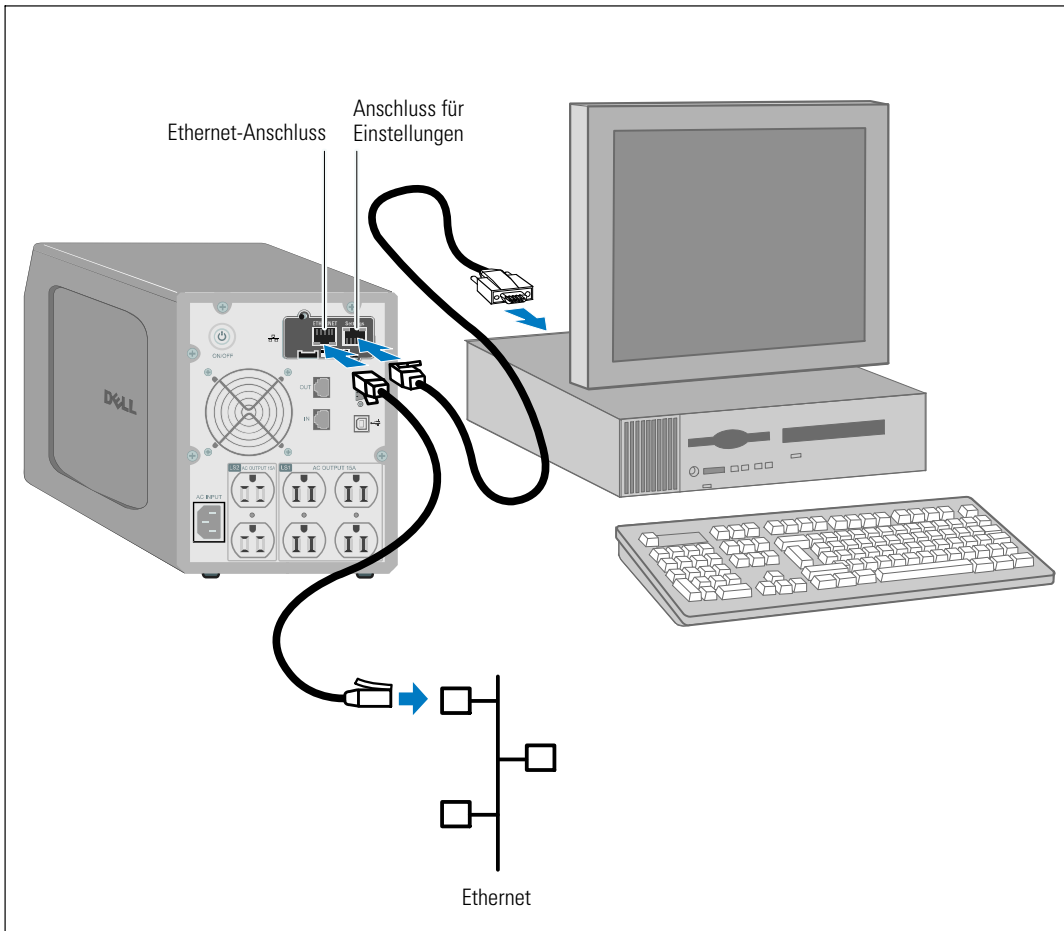

Abbildung 5. Verbinden der Karte
- 1 Stecken Sie das RJ-45-Ende des mitgelieferten seriellen Kabels in den Anschluss für Einstellungen auf der Karte (siehe Abbildung 5).
- 3 Schließen Sie ein aktives Ethernet-Kabel (nicht mitgeliefert) an den Ethernet-Anschluss der Dell Netzwerkmanagementkarte an (siehe Abbildung 5).